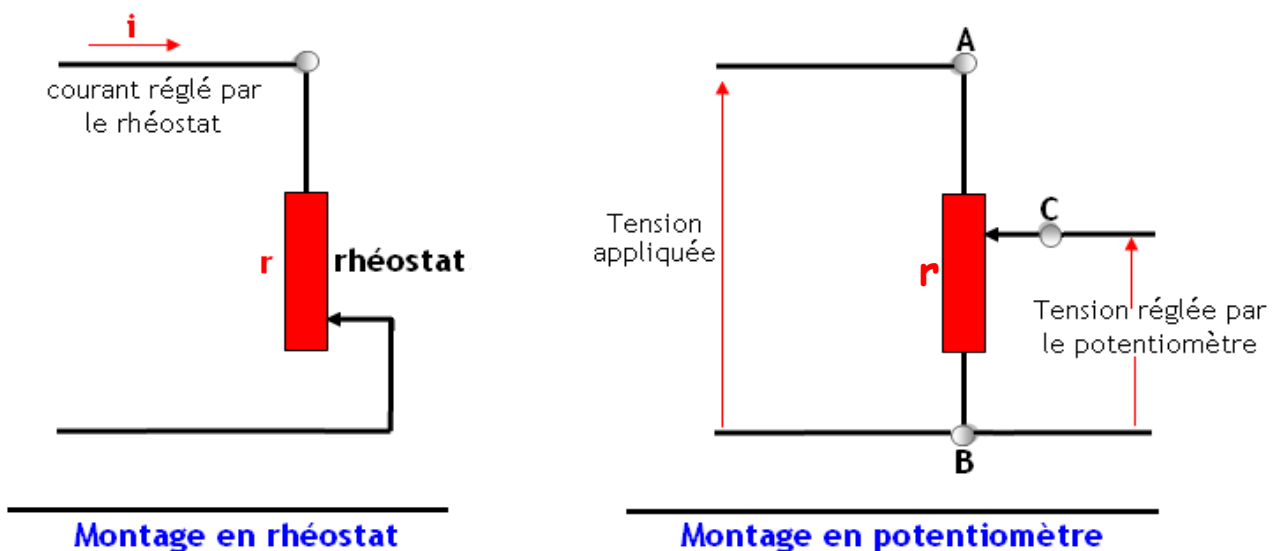

Figure 6 : Montage en rhéostat et montage en potentiomètre.
- ☛ Utilise ses trois (3) bornes (fig. 6) pour constituer d'une part une " entrée " (entre les bornes A et B), d'autre part une " sortie " (entre les bornes C et B) ;